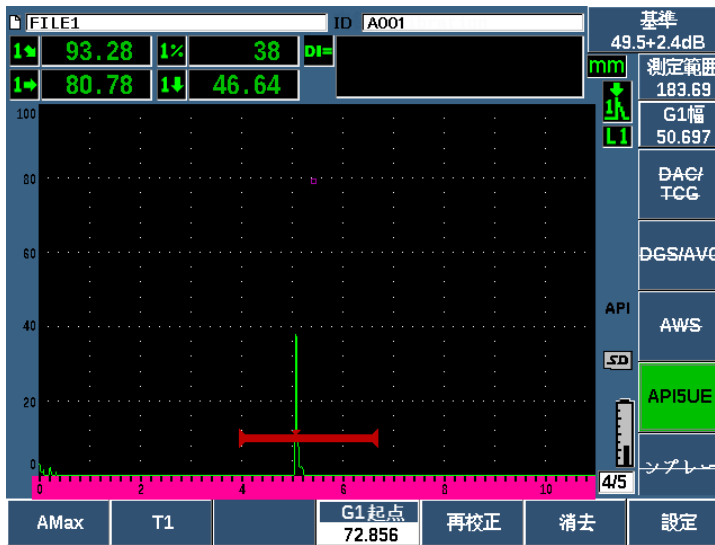

図 11-26 T1 ポイントの保存
8. RefT1 (P2) を押して、最初のピークから 6 dB 低下した位置を収集し、この値を  $T_1$  として割り当てます (266 ページの図 11-26 参照)。